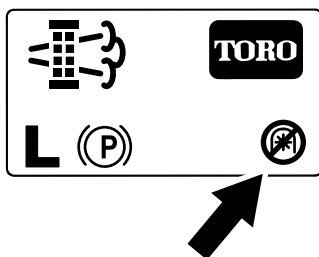

Рисунок 84
**Примечание:** На главном экране отобразится значок «BOM выключен» (Рисунок 84).
**Примечание:** На главном экране отобразится значок «BOM выключен»; см. Рисунок 84 в разделе Сообщения о стационарной регенерации \(страница 54\).